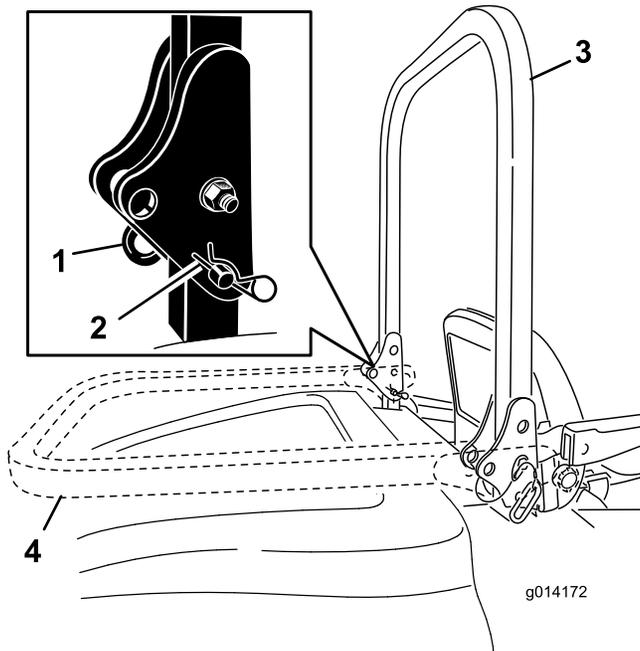

Figura 10
1. Para bajar la barra anti-vuelco, retire los pasadores de horquilla, empuje la barra hacia adelante contra los muelles, y retire los dos pasadores (Figura 10).
2. Coloque la barra antivuelco en la posición de bajada (Figura 10).
3. Instale los dos pasadores y fíjelos con los pasadores de horquilla (Figura 10).
4. Para elevar la barra anti-vuelco, retire los pasadores de horquilla y retire los dos pasadores (Figura 10).
5. Eleve la barra anti-vuelco a la posición vertical, instale los dos pasadores y fíjelos con los pasadores de horquilla (Figura 10).